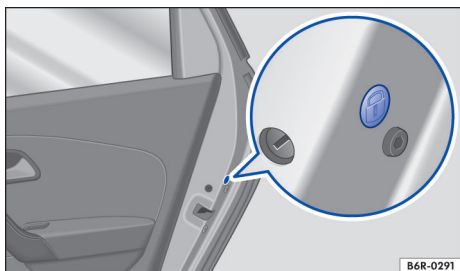

Fig. 51 Na parte dianteira da porta direita: travamento de emergência, coberto por uma vedação de borracha.
- Remover a vedação de borracha na lateral da porta. A vedação está identificada por um cadeado 🚫 → Fig. 51.